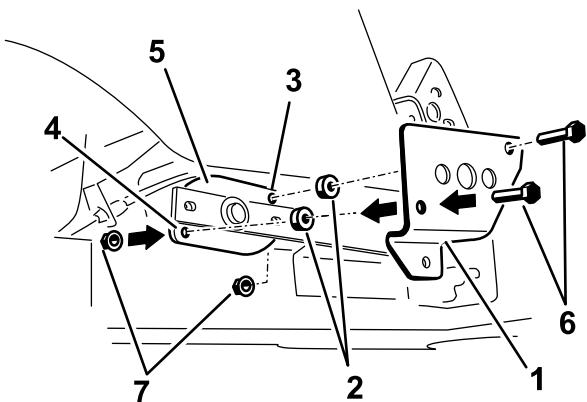

Figura 4
- Instale la escuadra de elevación mayor en el conjunto del brazo/palanca de elevación con dos espaciadores sobre los taladros superior e inferior de la palanca de elevación (Figura 4). Introduzca los pernos que retiró anteriormente por los taladros de la escuadra, los espaciadores y la palanca de elevación. Sujete el conjunto entero con las contratuercas que retiró anteriormente.